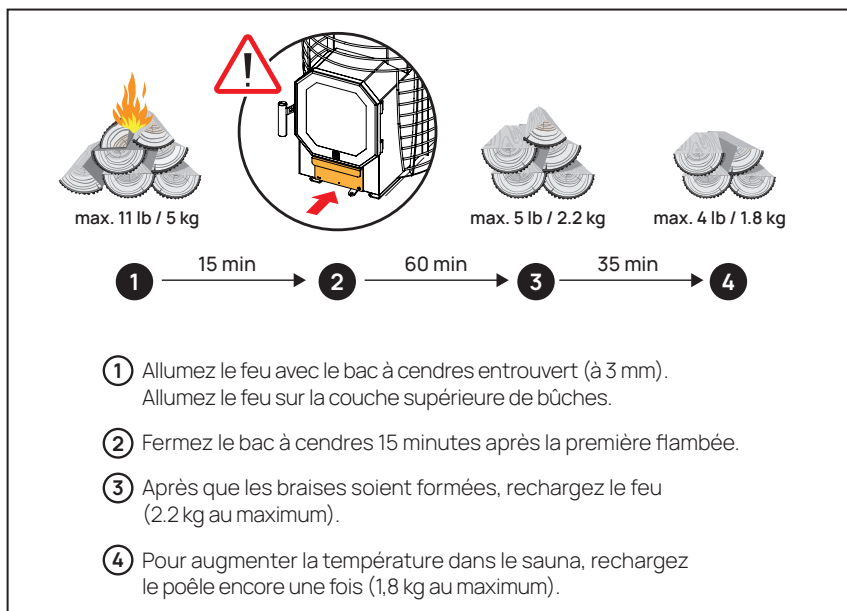
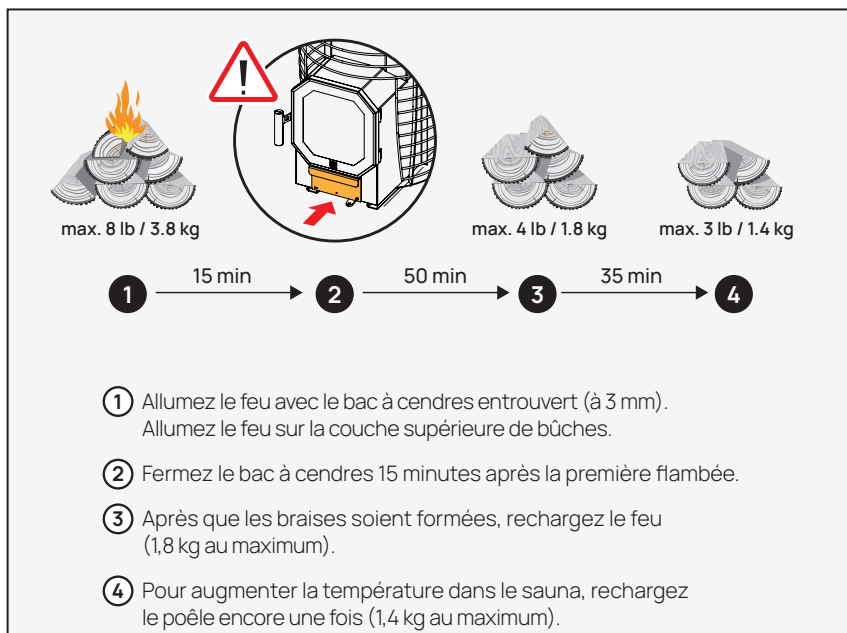

Figure 16. Comment allumer et recharger le poêle HIVE Flow.
Figure 17. Comment allumer et recharger le poêle HIVE Flow Mini.
- Ne mettez pas trop de bois dans le foyer, veuillez respecter les quantités désignées sur la Figure 16 et la Figure 17.
- Les quantités maximales de bois pour chaque rechargement sont indiquées sur les **figures 16 et 17**.